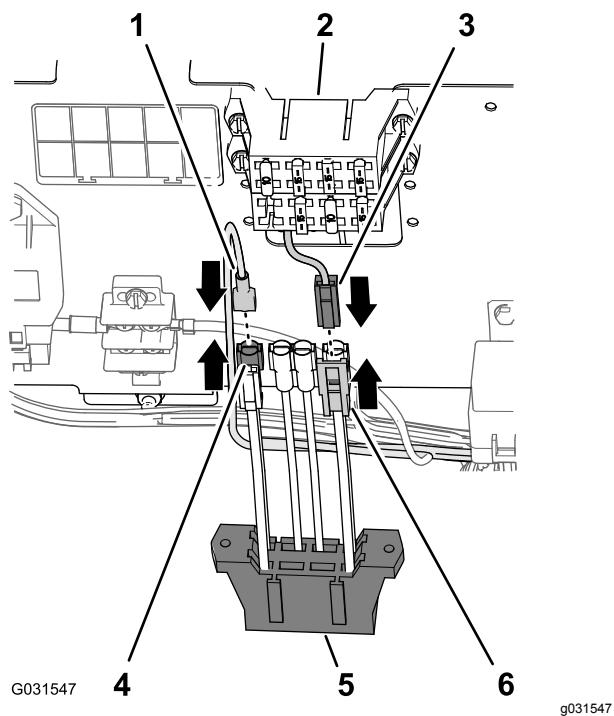

Figura 204
1. Conecte el conector plano del arnés de cables del kit de acabado a la toma del conector del bloque de fusibles auxiliares (Figura 204).
2. Conecte el conector de 2 clavijas del circuito del vehículo auxiliar en el bloque de fusibles de la máquina al conector de 2 tomas del circuito del vehículo del bloque de fusibles auxiliares (Figura 204).